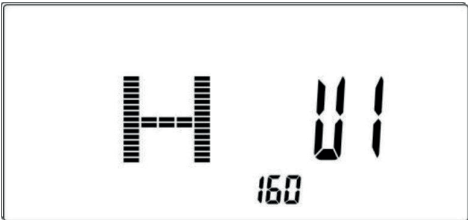
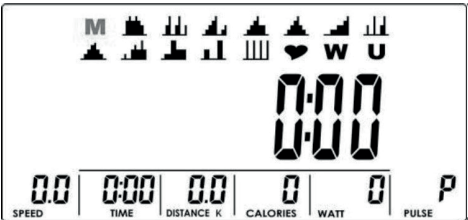

Imagen 2
Imagen 3
2. Acceda al perfil de usuario. Use los botones UP / DOWN para seleccionar un perfil de usuario U1–U4 (Afbeelding 2). Introduzca los datos: sexo (SEX), edad (AGE), altura (HEIGHT) (Afbeelding 3), peso (WEIGHT) y confirme con el botón MODE.
3. Al finalizar el perfil del usuario, se mostrará el menú principal (Afbeelding 3).